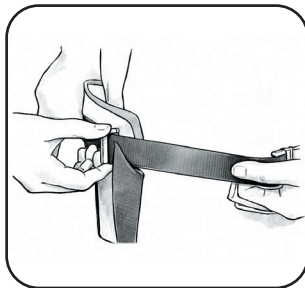

Рисунок 2.2.3. Закрепление
3. Застегните пряжку нагрудного ремня и при необходимости отрегулируйте его длину (рис. 2.2.3).